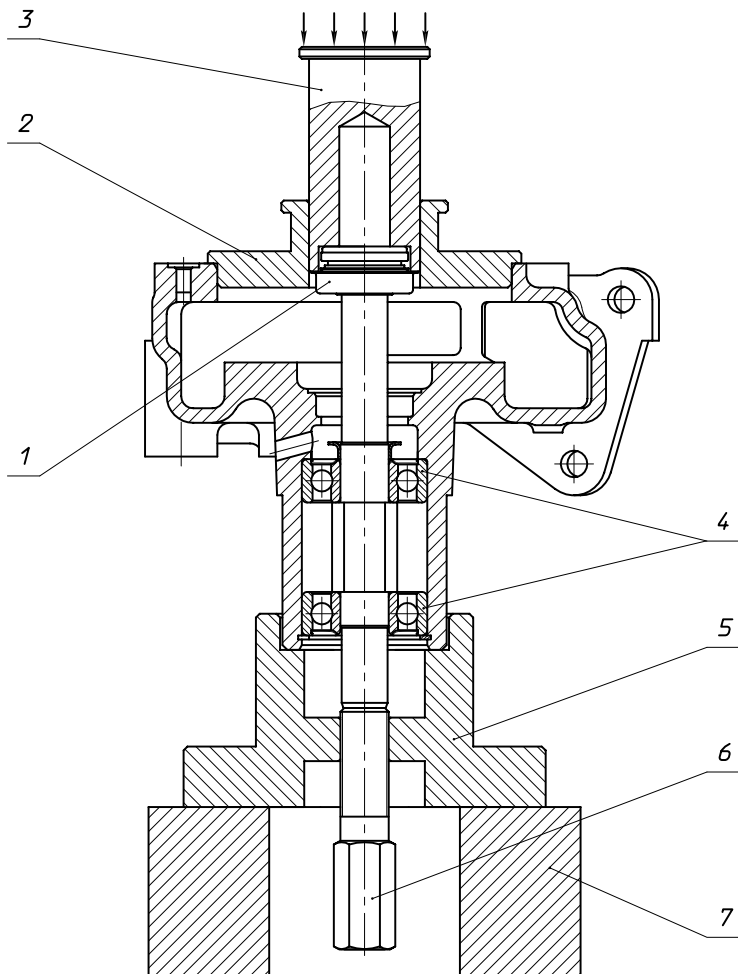

Рис.142. Установка торцевого уплотнения "КАСО"
1. Установить корпус насоса в сборе с валом и подшипниками через специальную проставку 5 вертикально на жесткую опору 7, которая имеет внутреннее отверстие для размещения установочного винта 6 (см. рисунок 142).
На рисунках 143 - 146 приводятся эскизы для изготовления деталей приспособления по сборке водяного насоса при установке уплотнения «КАСО» (см. рисунок 142). Материал деталей – сталь.